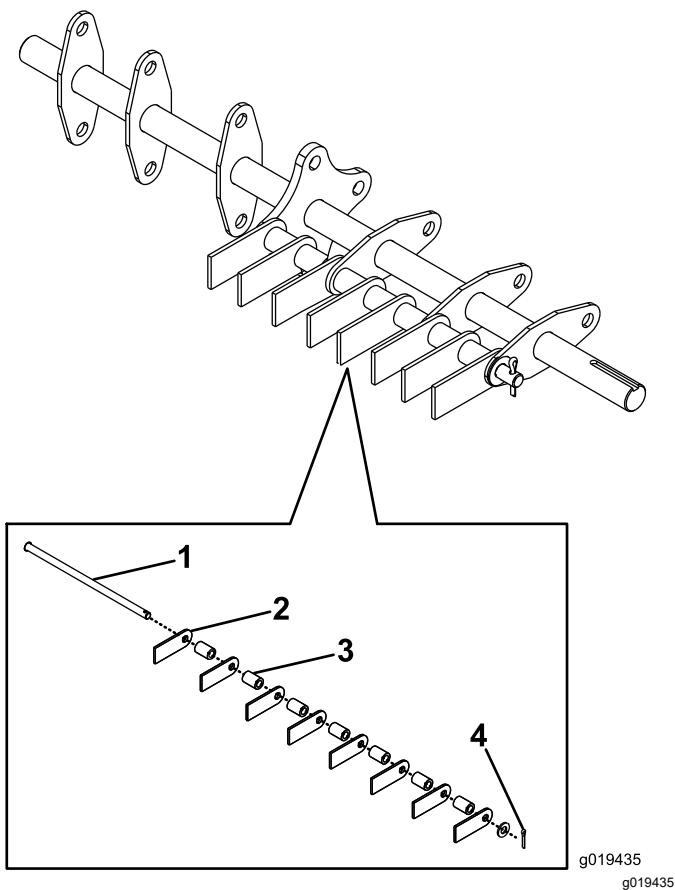

Figure 22
5. Retirez la goupille fendue de la tige sur laquelle est montée la lame-fléau usée (Figure 22).
6. Tirez avec précaution sur la tige pour débloquer les fléaux et les entretoises (Figure 22).